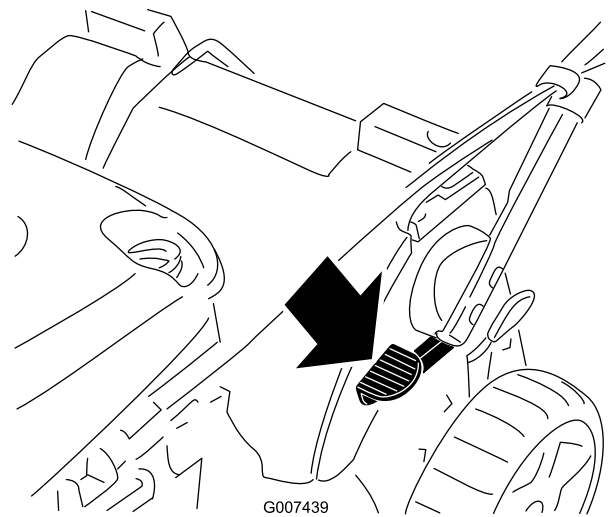

Figure 57
1. Appuyez sur la pédale et maintenez-la enfoncée (Figure 57).